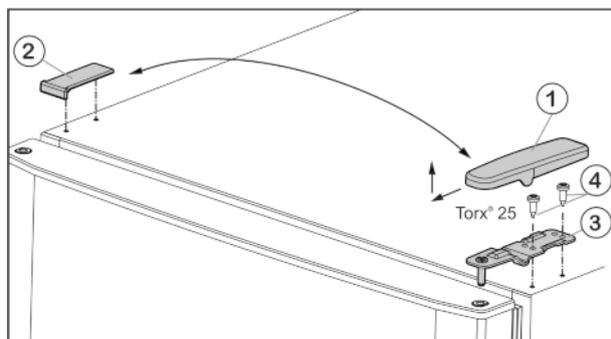

Fig. 4
- ▶ Abdeckung Fig. 4 (1) nach vorne und oben abziehen.
- ▶ Abdeckung Fig. 4 (2) abheben.
- ▶ Oberen Lagerbock Fig. 4 (3) abschrauben (2 mal Torx® 25) Fig. 4 (4) und nach oben abziehen.
- ▶ Obere Tür auf den Lagerbock Mitte (13) setzen.
- ▶ Oberen Lagerbock Fig. 4 (3) auf der neuen Scharnierseite in die Tür einsetzen.
- ▶ Oberen Lagerbock **fest (mit 4 Nm)** anschrauben (2 mal Torx® 25) Fig. 4 (4). Eventuell einen Akkuschauber verwenden.
- ▶ Abdeckung Fig. 4 (1) auf der Gegenseite von außen aufsetzen und einrasten.
- ▶ Abdeckung *Fig. 4 (2)* jeweils auf der Gegenseite von oben aufsetzen und einrasten.